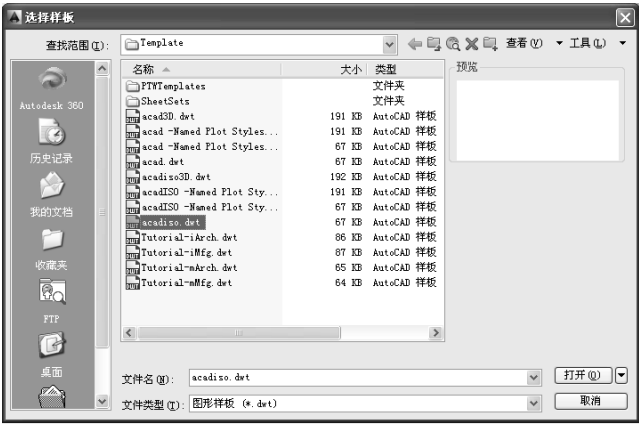

图 1-31 “选择样板”对话框
- (1) 单击快速访问工具栏上的“新建”按钮，弹出“选择样板”对话框，如图 1-31 所示。
执行上述操作后，弹出如图 1-31 所示的“选择样板”对话框。在 AutoCAD 给出的样板文件名称列表框中，选择某个样板文件后双击或单击“打开”按钮，即可创建新的图形文件。